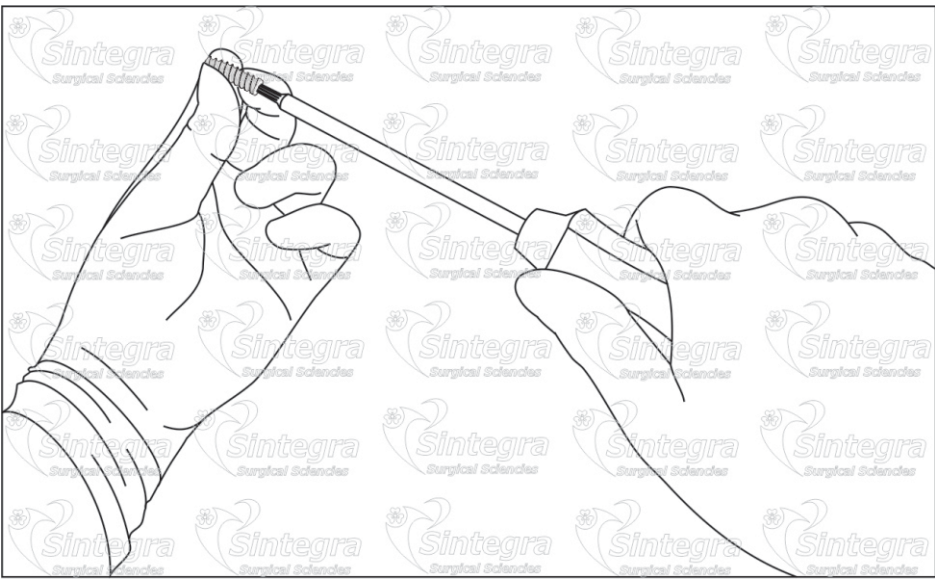

Figura 2: Ilustração da forma correta para o encaixe dos **PARAFUSOS DE INTERFERÊNCIA SINFIX® TCP**.
- 4.1** – Retirar o parafuso da embalagem primária, conforme descrito no item 4.
- O cirurgião deverá garantir que todo o canal interno do parafuso esteja conectado ao instrumento, conforme Figura 2 abaixo: